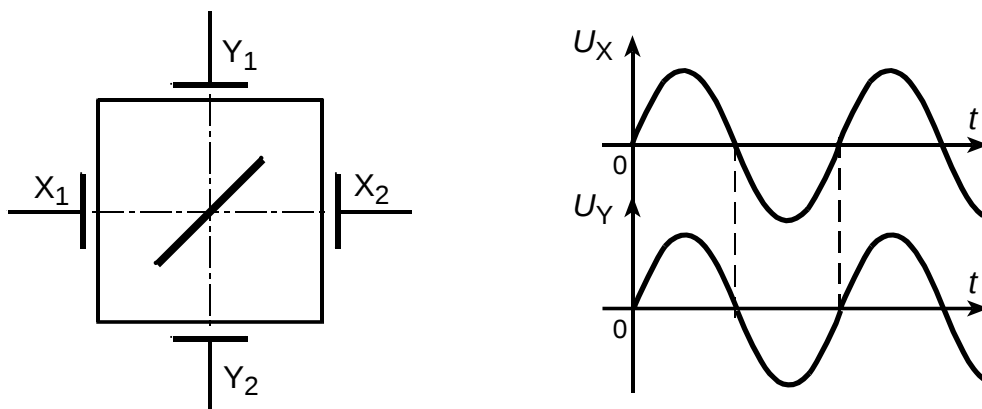

Рис. 3. Изображение на экране ЭЛТ при подаче на ОП двух синфазных синусоидальных напряжений
4. Если подать одновременно две синусоиды на  $X$ - и  $Y$ -пластины, то на экране будем видеть линию под углом  $45^\circ$ , при условии, что фазовый сдвиг между синусоидами отсутствует (рис. 3).